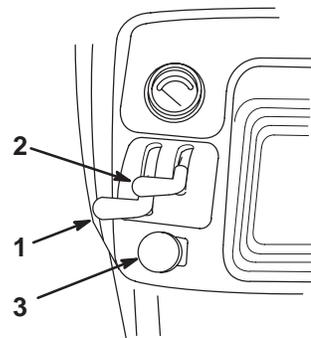

Bild 12
3. Schieben Sie den ZWA-Schalter auf AUS (Bild 12).
4. Stellen Sie den Chokehebel auf EIN (bei kaltem Motor) (Bild 12).
5. Stellen Sie den Gashebel ungefähr auf den halben Weg in Richtung Schnell (Bild 12).
- Schieben Sie, nachdem der Motor angesprungen ist, den Chokehebel langsam auf AUS (Bild 12).
- Stellen Sie den Gashebel auf Langsam (Bild 12).